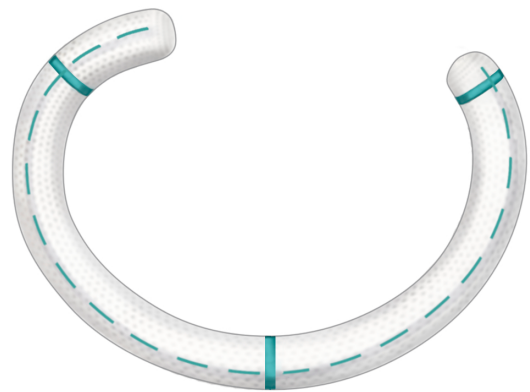

Figure 2 : Vue annulaire ■ Afbeelding 2: Ringvormige weergave
■ Abbildung 2: Anuläre Ansicht